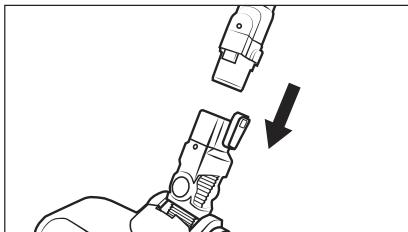

Fig. 2
- Infilare il tubo di aspirazione 24 nella spazzola per pavimenti 22 fino a quando non si innesta in posizione con un clic (vedere fig. 2).